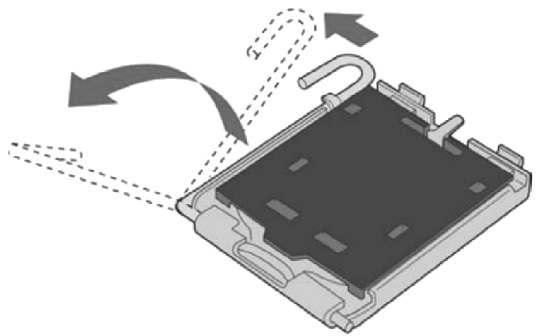

图 2-61 打开插槽拉杆示意图
1) 首先，如图 2-61 所示，按箭头方向按下插槽拉杆并使其离开插槽，再打开插槽拉杆。